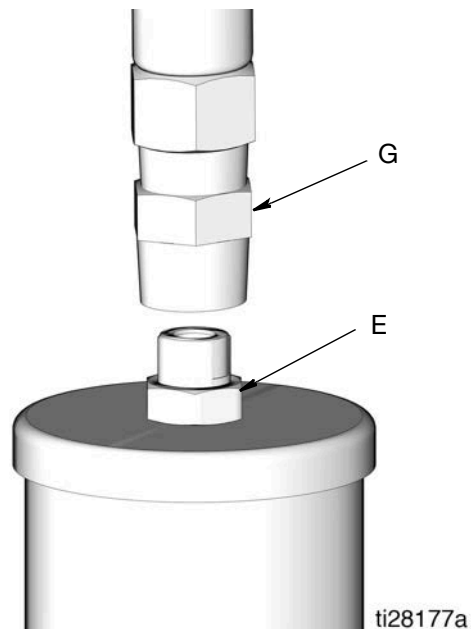

图 7
3. 断开润滑剂供应管路（G）与泵出口（E）的连接（图 7）。
5. 让泵运行数个冲程，直至不含空气的机油从泵出口（E）处流出（图 7）。